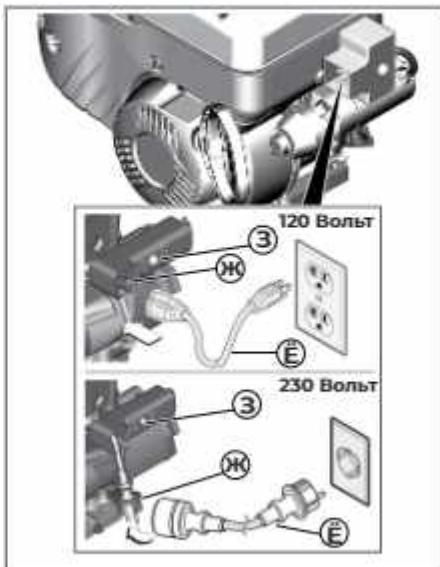

Рис. 21
- 8. Модели с электрическим запуском: присоедините удлинитель (рис. 21, поз. Е) к корпусу стартера (рис. 21, поз. Ж), а затем к стенной розетке. Нажмите на кнопку включения стартера (рис. 21, поз. З). После того как двигатель запустится, отсоедините удлинительный шнур от настенной розетки сети электропитания, а затем от стартера.